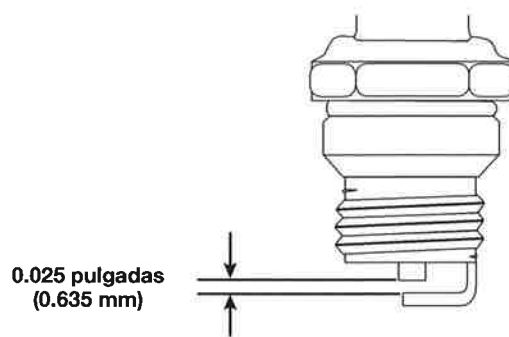

Fig. 19
4. Use un calibre de hoja para ajustar abertura de la bujía a **0.025 pulgadas (0.635 mm)** (Fig. 19).